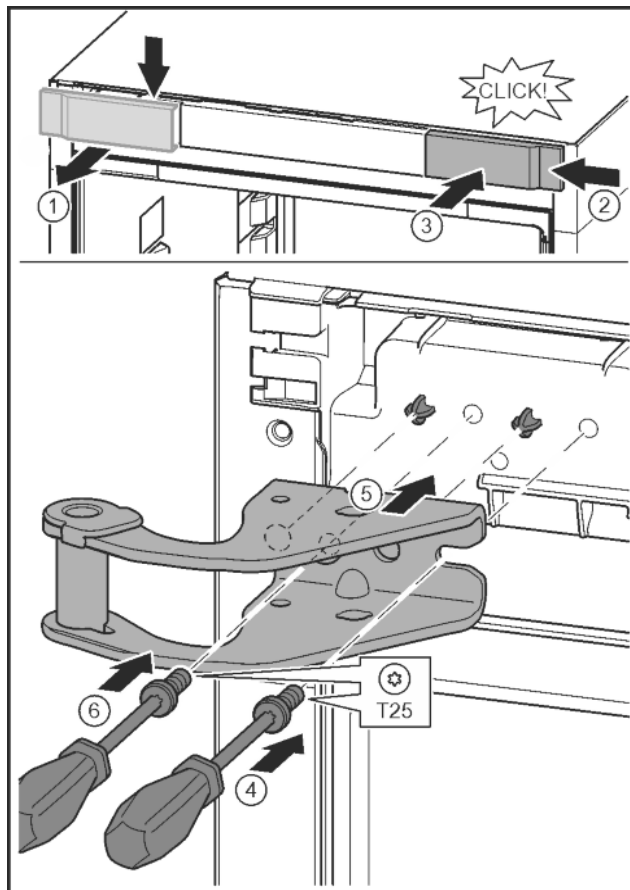

Fig. 10
- ▶ Poluzować osłonę i zdjąć w bok. *Fig. 10 (1)*
- ▶ Osłonę obrócić o 180° założyć z drugiej strony od prawej. *Fig. 10 (2)*
- ▶ Zazębic osłonę. *Fig. 10 (3)*
- ▶ Śrubę założyć przy pomocy śrubokręta T25. *Fig. 10 (4)*
- ▶ Założyć górną płytkę zawiasu. *Fig. 10 (5)*
- ▶ Dokręcić śrubę. *Fig. 10 (4)*
- ▶ Śrubę założyć przy pomocy śrubokręta T25 i mocno dokręcić. *Fig. 10 (6)*